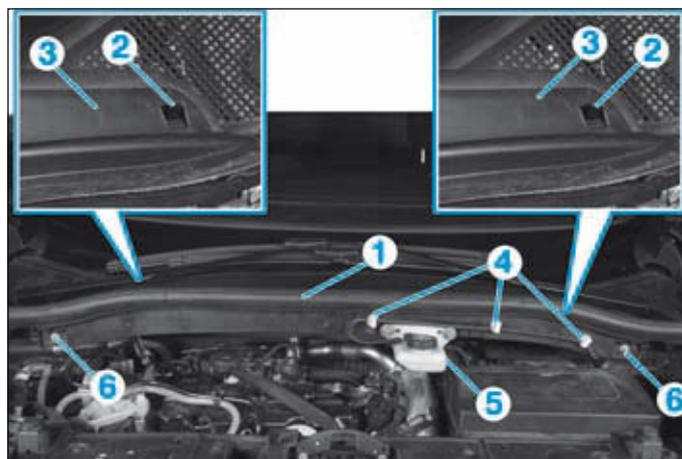

FIG.57
- Déposer le joint (1) (Fig.57).
- Dégraffer en (2) et déposer la partie supérieure de la grille d'auvent (3).
- Dégraffer le faisceau du capteur de niveau de liquide de refroidissement (4).
- les fixations du bocal de liquide de refroidissement (5) et l'écarter,
- les écrous de fixation (6) de la partie inférieure de la grille d'auvent.